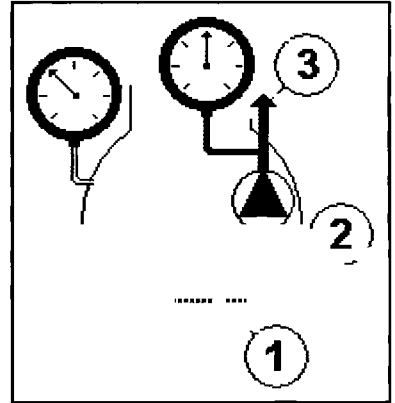

Рис. 101.31.
- ▶ Засорился масляный фильтр (*поз. 1 на рис. 101.31*).